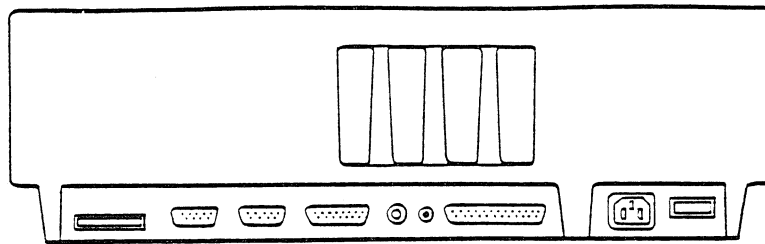

FIGURE 1
2. Déconnecter tous les autres câbles externes de l'arrière de l'Apple III. (Voir la figure 1).